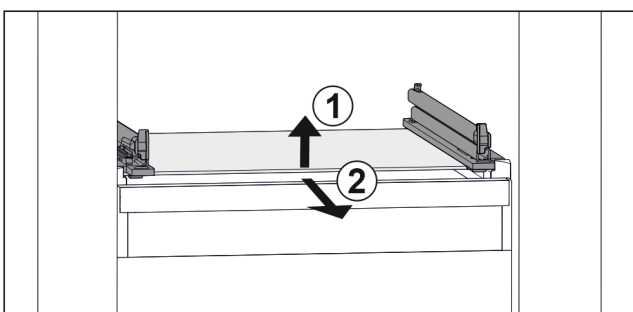

Fig. 30 Примерное отображение стеклянной пластины
- ▶ Приподнимите стеклянную пластину спереди. Fig. 30 (1)
- ▶ Извлеките стеклянную пластину движением вперед. Fig. 30 (2)